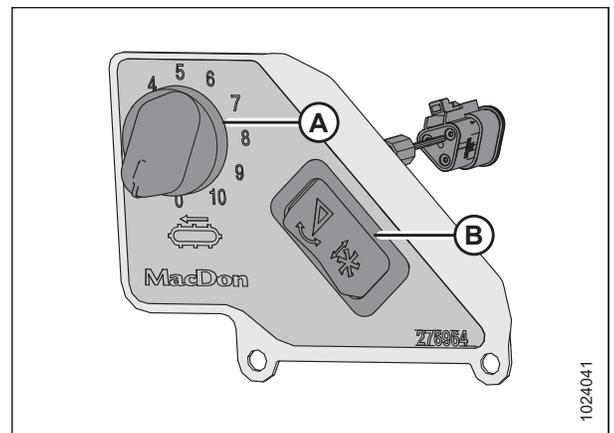

Figure 9.6: Commande de vitesse des tapis latéraux en cabine
Le commutateur (B) de la figure 9.6, page 379 permet à l'opérateur de basculer entre les commandes d'inclinaison de la plateforme et d'inclinaison avant/arrière du rabatteur.